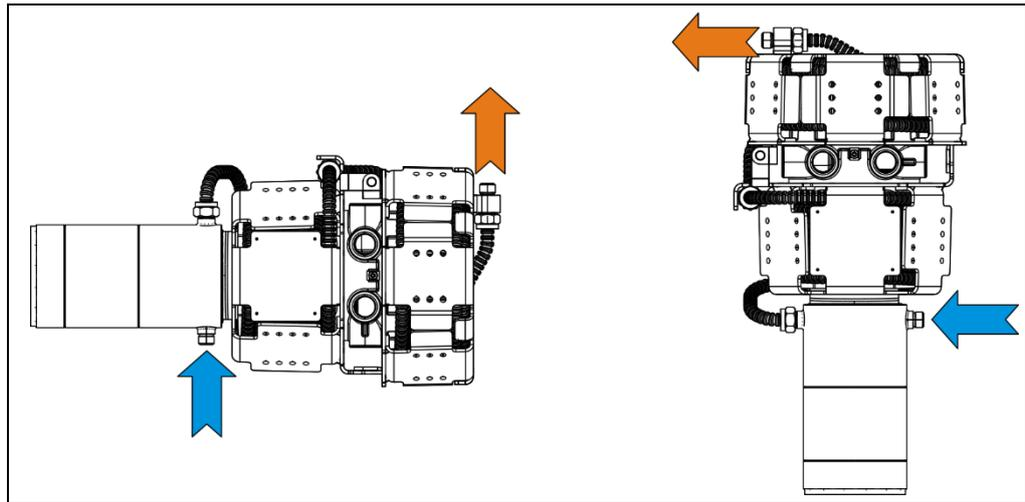

Abb. 17 Anordnung Wasserkühlung (links: horizontale Anordnung, rechts: vertikale Anordnung)
- Ist der Detektor waagrecht montiert, muss der untere Anschluss (Abb. 17, links) als Wasserzulauf verwendet werden.
- Ist der Detektor senkrecht (Abb. 17, rechts) montiert, muss das Anschlussgehäuse nach oben ausgerichtet sein, damit sich die Anschlüsse am oberen Ende der Wasserkühlung befinden.